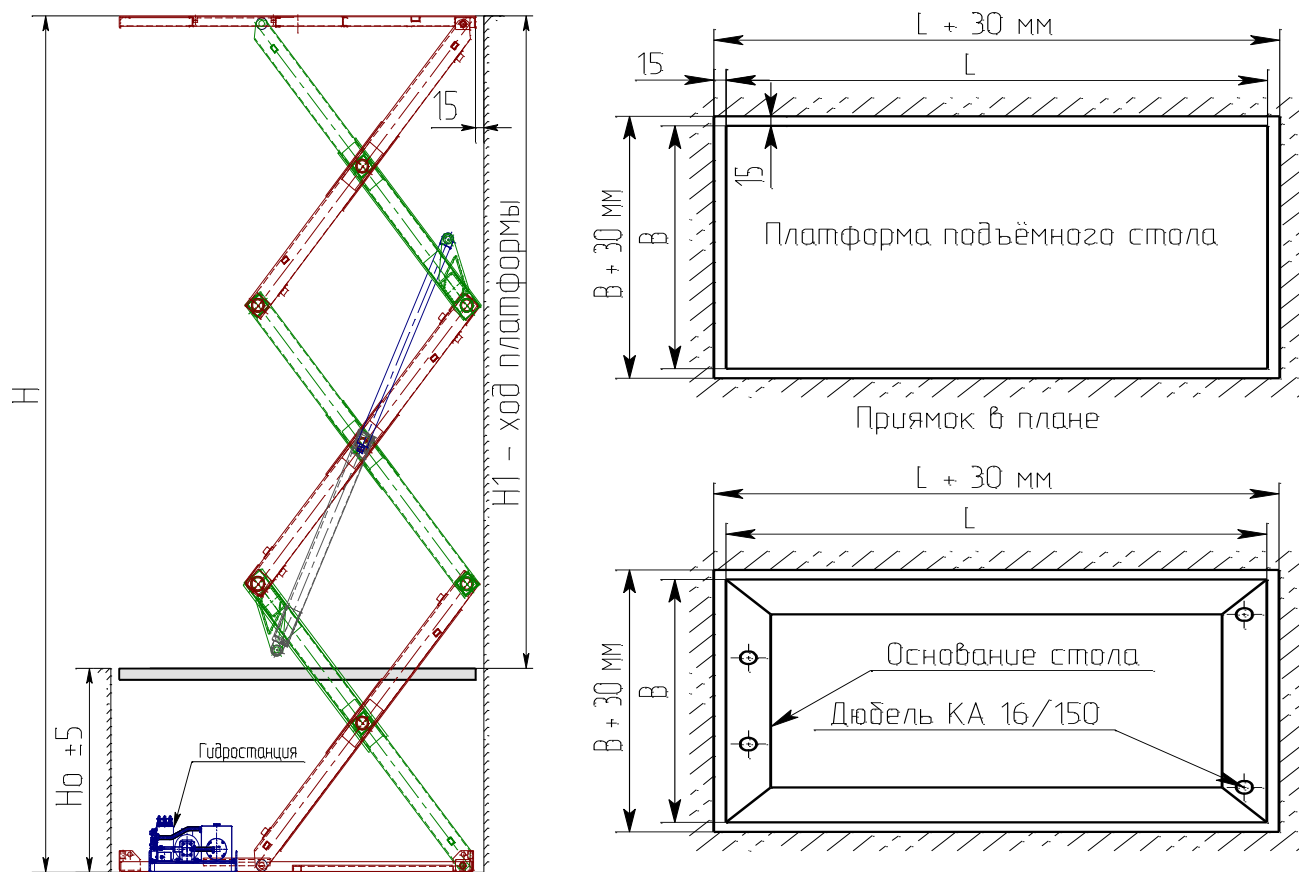

Рис. 8. Установка стола подъёмного стола
6.1.4. Стол монтируется в прямке (см. рис. 8) таким образом, чтобы были выдержаны зазоры между платформой и обрамляющим прямком уголком – 15мм по контуру. Гидростанция должна находиться в удобном для